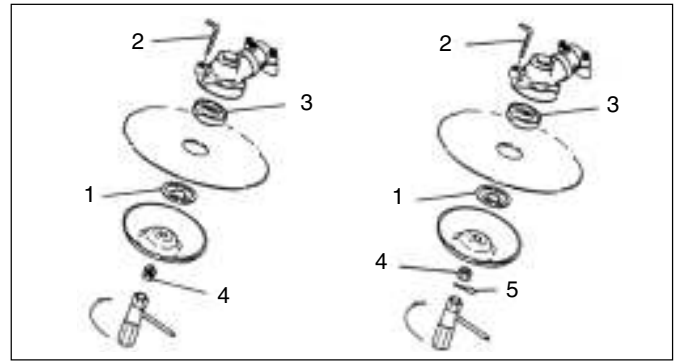

Fig. 1-10C
If your unit is of a nut securing type and equipped with a cotter pin, the blade must be retained with a new cotter pin (5) each time installed. (Fig. 1-10C)
Si votre machine est du type à écrou de blocage et muni d'une goupille, il faut retenir la lame au moyen d'une goupille neuve (5) qu'on remplace à chaque fois. (Fig. 1-10C)
Se il suo elemento é del tipo di fissaggio di dado e provvisto di una chavetta trasversale, la lama deve sostenersi per mezzo di una coppia nuova (5) ogni volta quando sia effettuato il montaggio. (Fig. 1-10C)